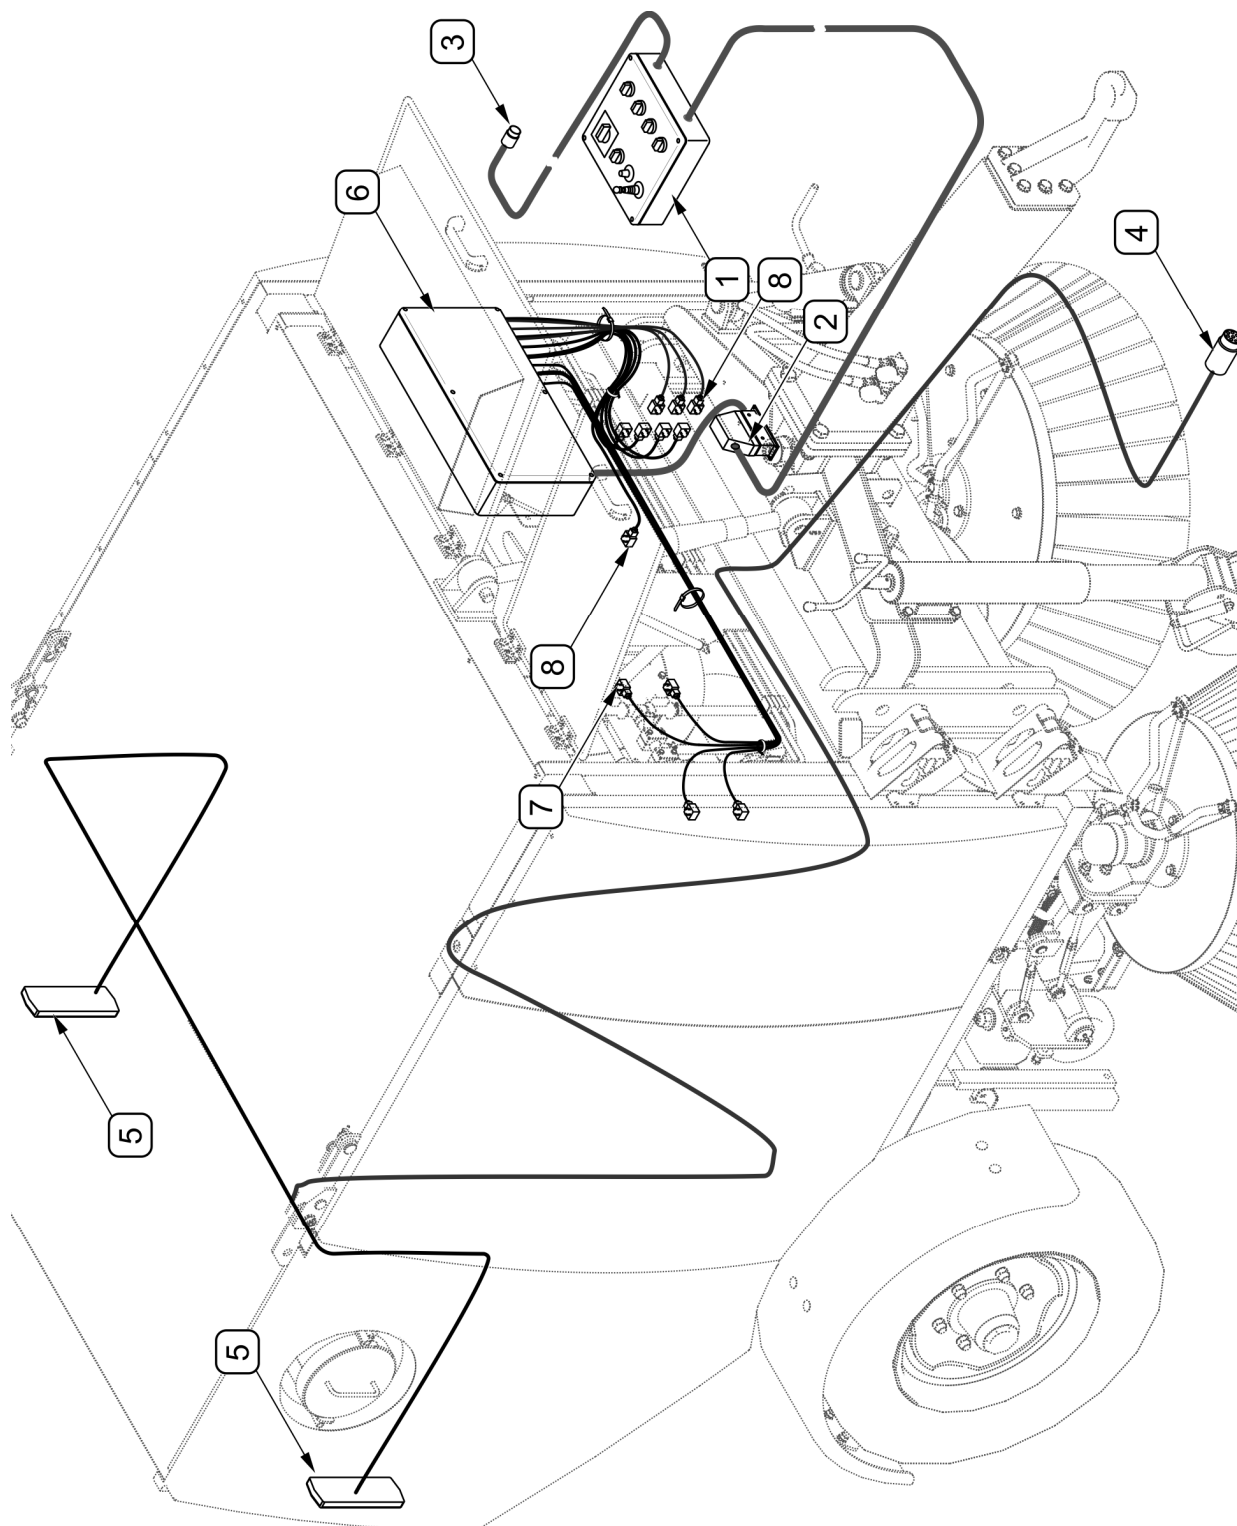

РИСУНОК 3.10 Конструкція електричної системи
Електрична система підмітально-прибиральної машини ZMC2.0 розрахована на живлення від джерела постійного струму 12 В. Штекер (4) електричної системи освітлення (РИСУНОК 3.10) під'єднати до 7-контактного гнізда на тракторі. Штекер (3) живлення панелі керування підмітально-прибиральною машиною необхідно підключити до 3-х контактного гнізда трактора.